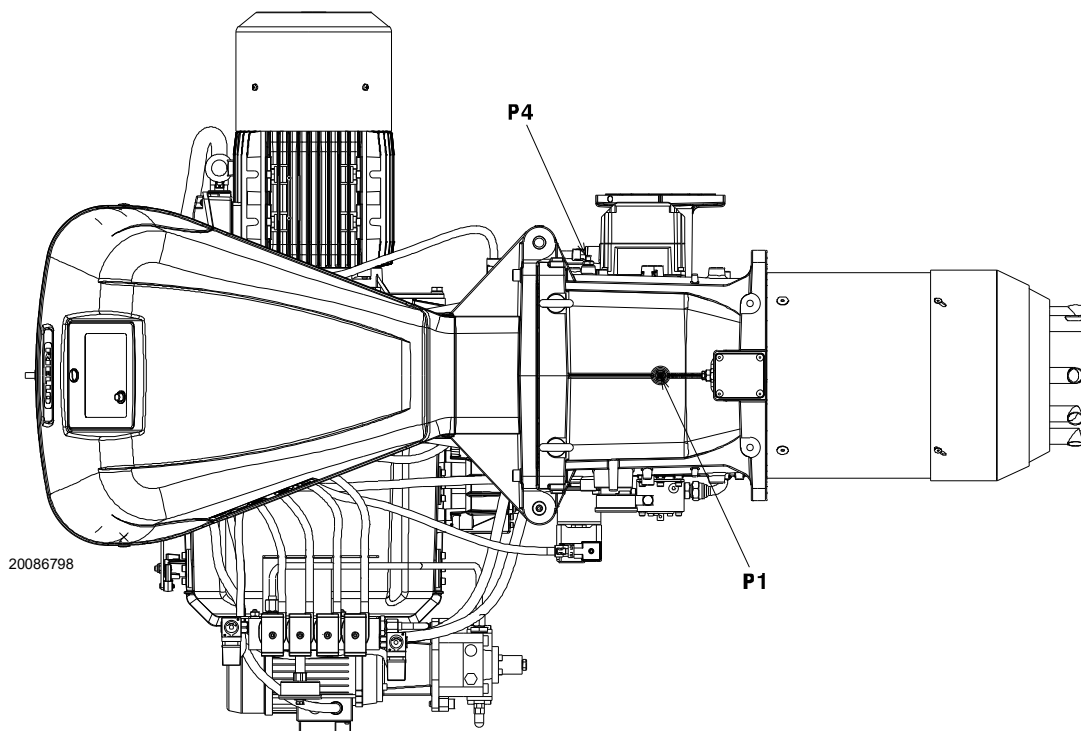

Abb. 27
Gasdruck, gemessen am Anschluss P1)(Abb. 27 auf Seite 30) unter folgenden Bedingungen:
- vom Gasdruck am Anschluss P1) (Abb. 27 auf Seite 30) den in der Brennkammer vorhandenen Druck abziehen.
Gasdruck am Anschluss P1)(Abb. 27 auf Seite 30)= 24,3 mbar
Um hingegen den am Anschluss P1)(Abb. 27 auf Seite 30) erforderlichen Gasdruck zu ermitteln, nachdem die MAX.
- Rechts, in Spalte 1, den Druck am Anschluss P1)(Abb. 27 auf Seite 30) ablesen.
Erforderlicher Druck am Abnahmeanschluss P1)(Abb. 27 auf Seite 30).